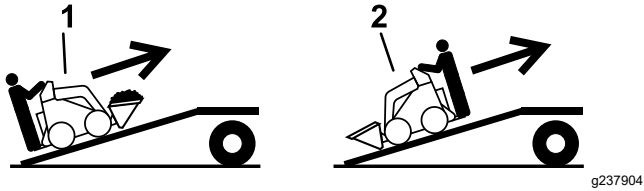

Figura 7
5. Cargue la máquina en el remolque por la rampa con el extremo más pesado hacia arriba, y la carga en la posición más baja posible (Figura 7).